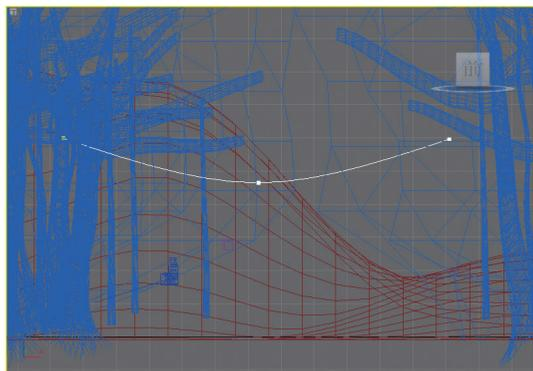

图9-64 绘制曲线
**02** 在前视图中，利用线工具绘制一条如图9-64所示的曲线。